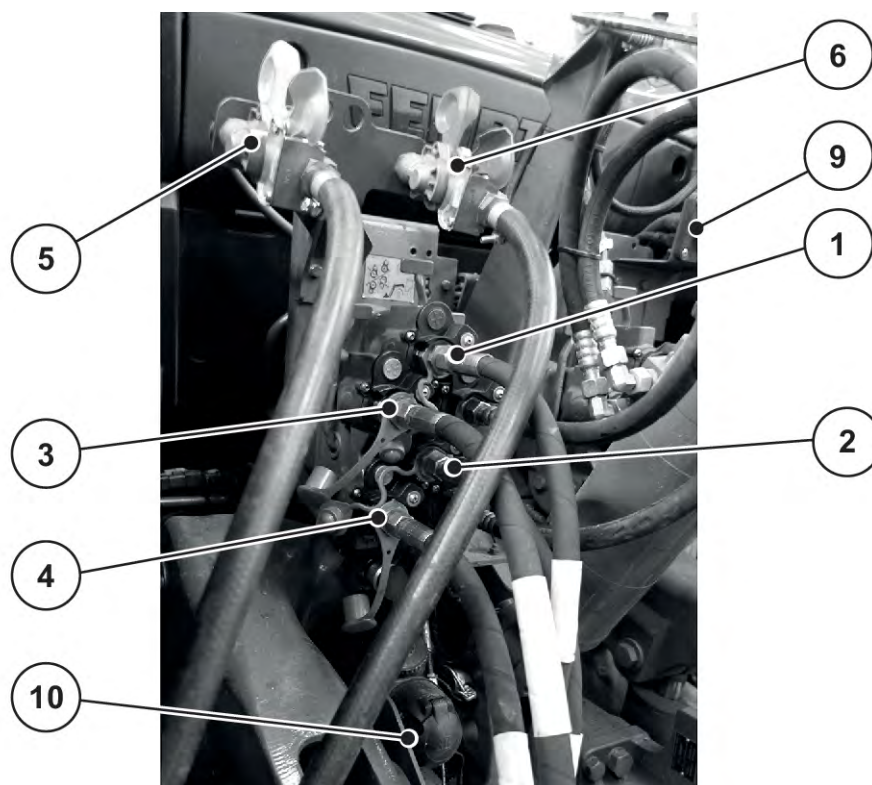

Fig. 23: Tilslutningsrækkefølge af maskinledningerne på traktor
Se Fig. 23
- ▶ Overhold tilslutningsrækkefølgen: Se *Fig. 23 Tilslutningsrækkefølge af maskinledningerne på traktor*